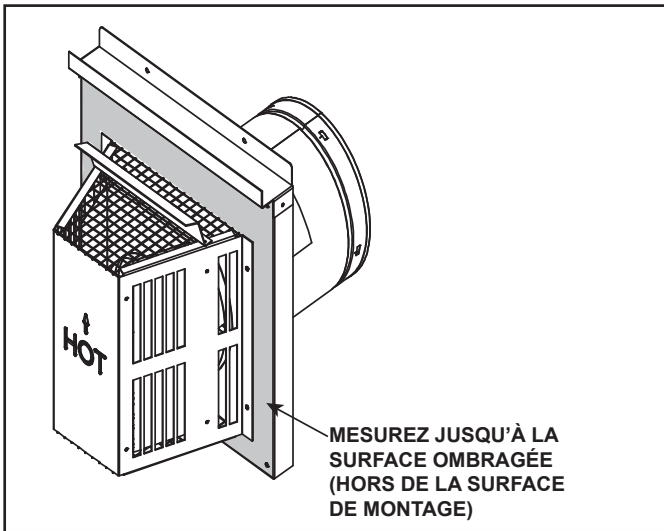

Figure 4.6 Mesure à la surface extérieure de montage
- Les dégagements des couronnes horizontales sont mesurés par rapport à la face de montage extérieure (bride de la couronne) (voir la Figure 4.6).